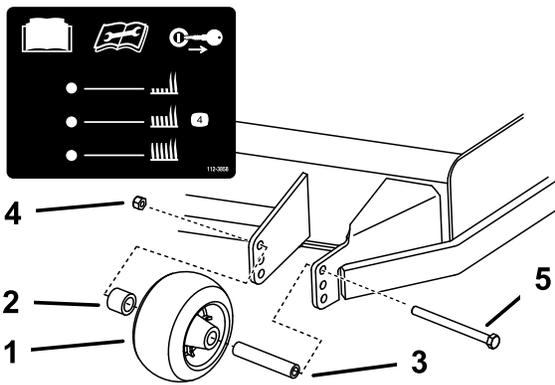

Рисунок 30
3. Відрегулюйте антиобдирні ролики, як показано на Рисунок 30.